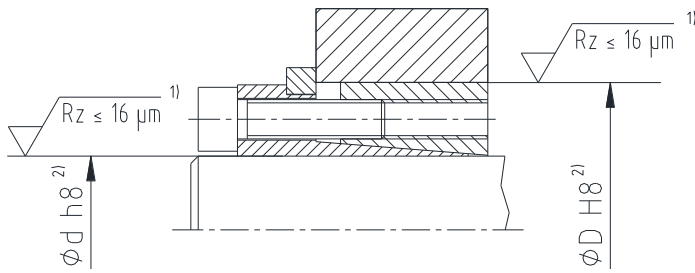

Fig. 3: Tolleranze e superfici (esempio: CLAMPEX® KTR 201)
- Controllare che la tolleranza della sede di albero e mozzo sia conforme al valore prescritto (fig. 3).